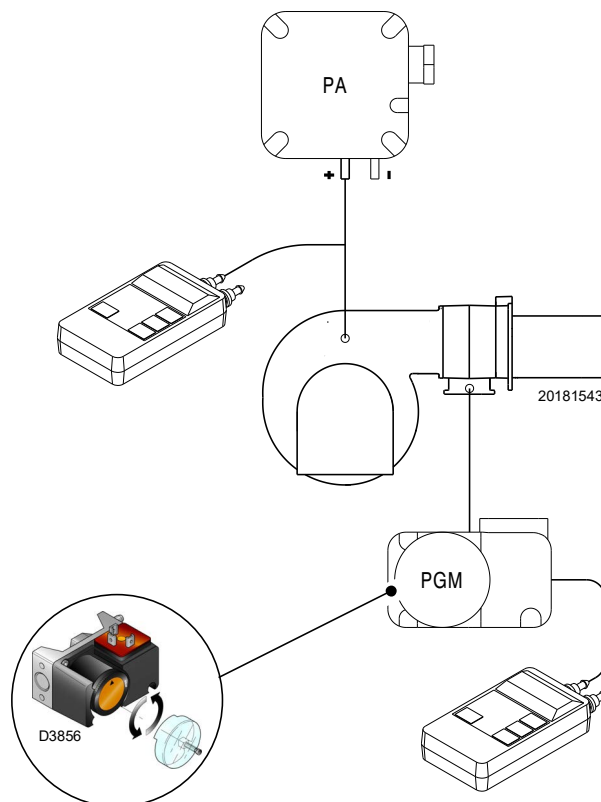

Abb. 30
- Regeln Sie den Maximal-Gasdruckwächter (Abb. 30 auf Seite 33) auf das Skalende.
Die Einstellung des Maximal-Gasdruckwächters ausführen (Abb. 30), nachdem alle anderen Einstellungen des Brenners bei auf das Skalenende eingestellten Maximal-Gasdruckwächter vorgenommen wurden.